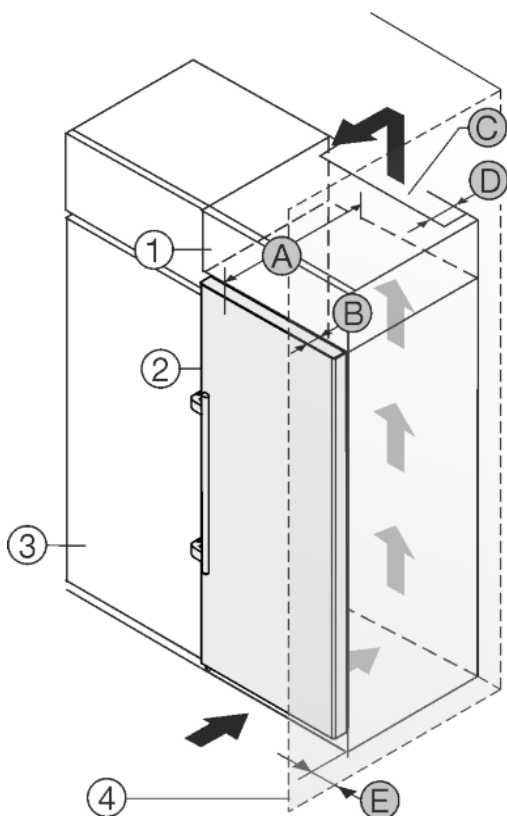

Fig. 24
Устройство может быть окружено кухонными шкафами. Чтобы уравнять устройство Fig. 24 (2) по высоте с кухонной стенкой, можно установить над устройством дополнительный шкафчик Fig. 24 (1).
Установить устройство можно непосредственно рядом с кухонным шкафом Fig. 24 (3). Чтобы можно было полностью открыть двери, устройство должно выступать на глубину Fig. 24 (B) относительно передней стенки кухонного шкафа. В зависимости от глубины кухонных шкафов и использования пристенных распорок устройство может выступать и больше.
- На задней стенке дополнительного шкафчика должен быть вентиляционный канал с глубиной Fig. 24 (D) по всей ширине этого шкафа.
- Нужно соблюдать вентиляционное отверстие Fig. 24 (C) под нижней панелью.
Если устройство установлено на шарнирах у стены Fig. 24 (4), то нужно соблюдать расстояние Fig. 24 (E) между устройством и стеной. Настолько выступает ручка при открытой двери.